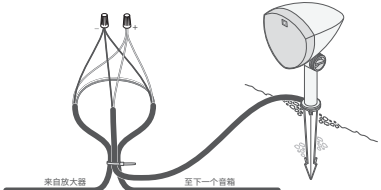

图 5
- 剪切左扬声器或右扬声器的两根正确电线 (参见下表)，剥去埋地线裸露端 3/4 英寸 (1.9 厘米) 的绝缘层，然后从相应扬声器尾纤的端部剥去 3/4 英寸 (1.9 厘米) 的绝缘层 (见图 5)。
- 制作一个大约 10 英寸 (约 25 厘米) 的环路，使用扎带将线环和扬声器尾纤固定到位，以消除应力 (见图 5)。